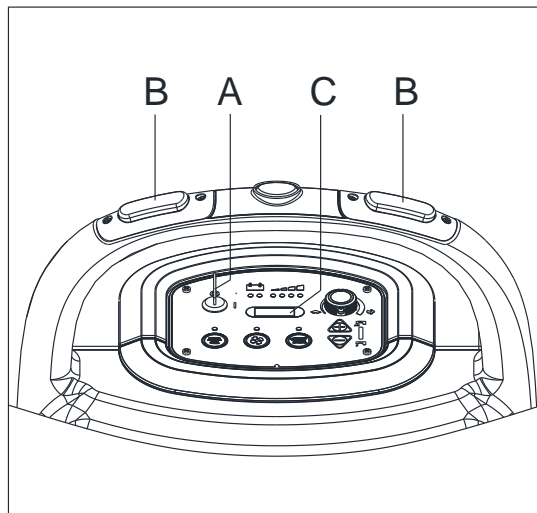

Figure 22
1. Tourner la clé de contact (A, Figure 22) sur "I".
2. Appuyer sur le commutateur (B) et lire sur le compteur horaire (C) le nombre total d'heures de travail (lavage/séchage) effectués par la machine.
3. Appuyer encore sur le commutateur (B).
4. Tourner la clé de contact (A) sur "0".
1. Tourner la clé de contact (A, Figure 22) sur "0".